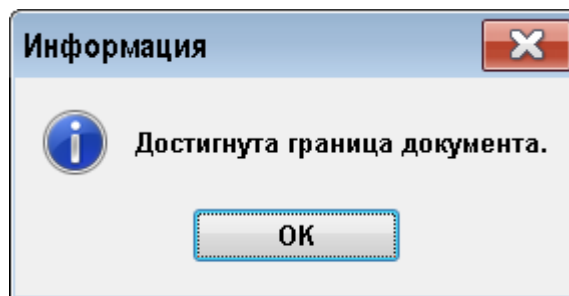

Рисунок 289
6) При отсутствии результатов поиска появится окно «Информация» (рисунок 289).